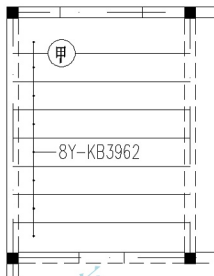

图 5.30 绘制配板编号
- (1) 在命令行输入“C”后按 Enter 键，启动【画圆】命令。
- ① 在指定圆的圆心或【三点 (3P)/ 两点 (2P)/ 相切、相切、半径 (T)】：提示下，在房间左上角适当的位置单击使其作为圆的圆心。
- ② 在指定圆的半径或【直径 (D)】：提示下，输入“300”后按 Enter 键结束命令。这样就绘制了圆心在指定位置，半径为 300mm 的圆。
- (2) 用【单行文字】或【多行文字】命令在圆圈内写配板编号“甲”，字高 500mm。
- (3) 用【修剪】命令，以圆为边界修剪掉和圆相重合的楼板线，结果如图 5.30 所示。